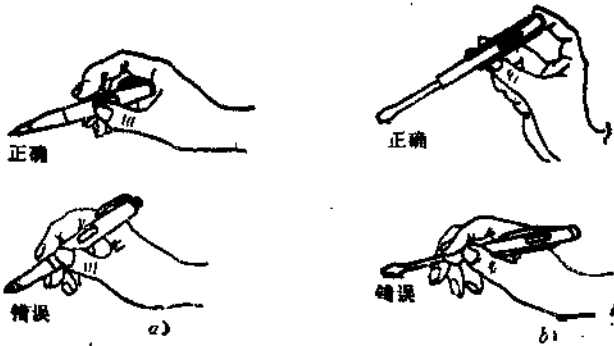

图1-3 电笔握法
(1) 使用前，先要在有电的电源上检查电笔中的氖泡能否正常发光。
(2) 使用时，必须按照图1-3所示的方法把笔握妥，以手指触及笔尾的金属体，使氖管小窗背光朝向自己。